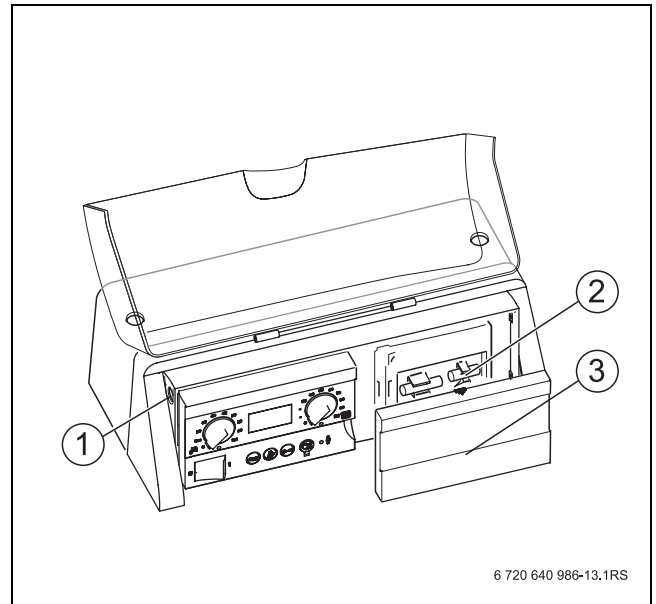

Fig. 9 Sustitución del fusible MC10
- ▶ Colocar el fusible de repuesto análogamente al aparato de regulación MC10 (→ fig. 9).